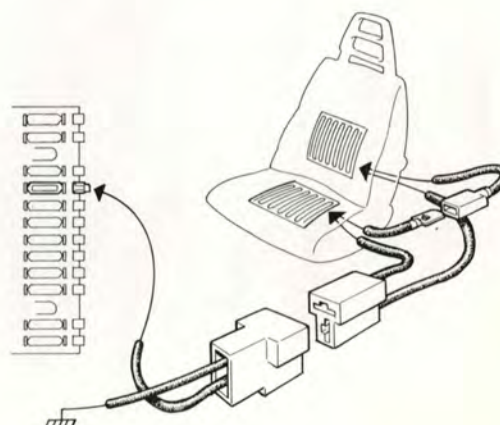

Bild 8-19. Anslutning av elledningar
4. Montera sittdynan till fällbeslagen. Anslut ledningarna mellan ryggstödet och sittdynan, bild 8-19.
5. Montera stolen i vagn och koppla ihop kontaktstyckena, bild 8-19.